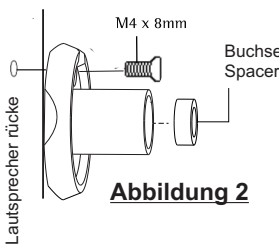

Abbildung 2
3. Einige Sprecher benötigen die Kleine M4X8mm Flacher Kopf Maschinenschraube die eingefügt in außerezentrisches Loch auf das Einbauraum wird. (Abbildung 2)